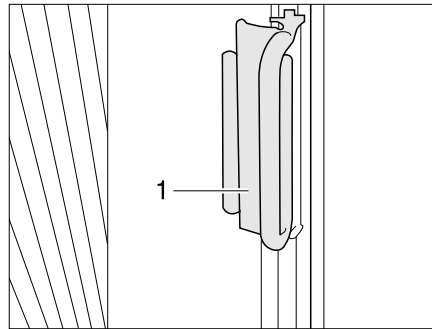

Bild 82 Griff faltverdunklung für die Frontscheibe
- Die faltverdunklungen zu beiden seiten der Frontscheibe jeweils am Griff (Bild 82,1) fassen und vorsichtig zur mitte der Frontscheibe hin zuziehen, bis der Magnetverschluss die faltverdunklung geschlossen hält.